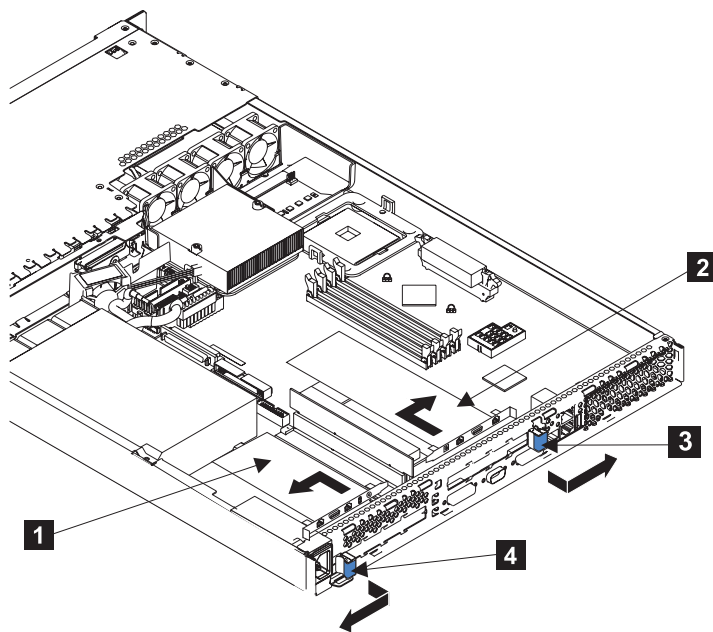

図 198. アダプターを取り外す前の SAN ボリューム・コントローラー 2145-4F2
4. 取り外すアダプターについて、拡張スロット・クリップ (619 ページの図 198 の **3** または **4**) の側面を一緒に押してクリップをアンロックしてから、拡張スロット・クリップをアダプターから離す方向に回転させます。拡張スロット・クリップは、SAN ボリューム・コントローラー 2145-4F2 に緩めに接続していません。